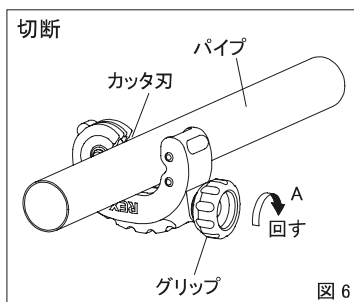

図6
- ① パイプの切断位置をマーキングしカッタをセットしてください。この時パイプの先端はローラ幅以上に出してください(図6)。